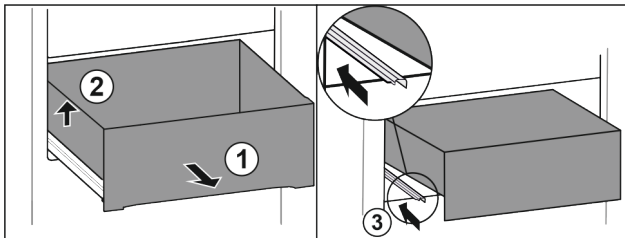

Fig. 127
- ▶ Tirer le tiroir jusqu'en butée. Fig. 127 (1)
- ▶ Soulever le tiroir sur la gauche. Fig. 127 (2)
- ▶ Rentrer le rail de gauche. Fig. 127 (3)